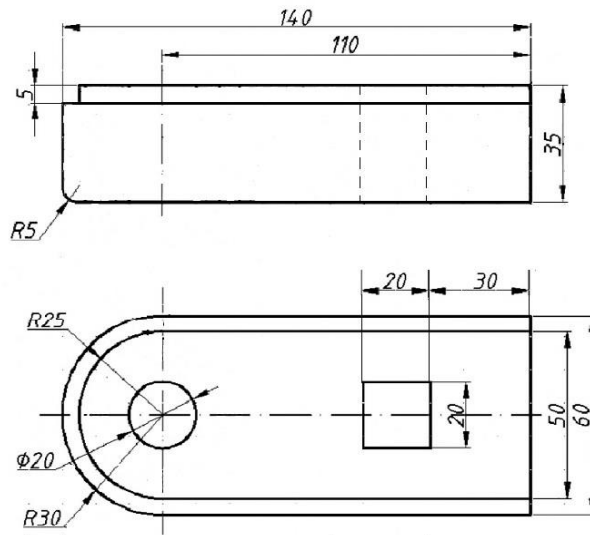

Рис. 2.20. Ескіз до прикладу 2.2
**Приклад 2.2.** Накреслити деталь [3] стандартними засобами згідно ескізу (рис. 2.20). Розміри наведено для довідки, в ескізі їх проставляти не треба. Кресленик збережіть.